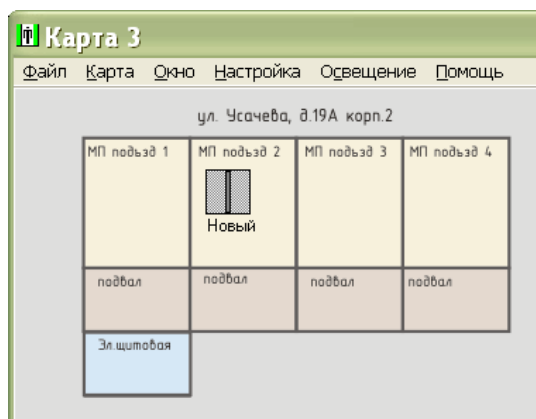

Рисунок 3
– переместить на карте созданный блок на место машинного помещения, соответствующее адресу дома и номеру подъезда (рисунок 3);